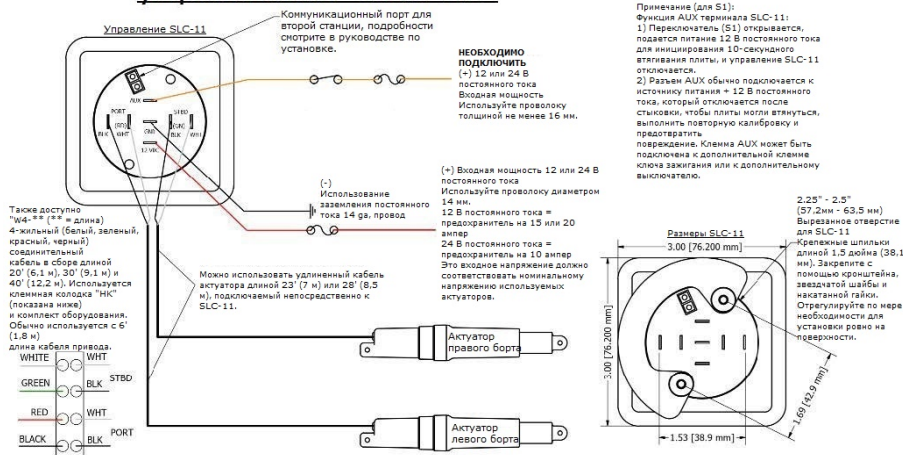

Рис. 5
2. Если для подключения панели к исполнительным механизмам используется кабель W4-**, проложите отрезанный конец кабеля от панели управления к клеммной колодке транца. Нажимной конец кабеля длиной 20 футов (6,1 м), 4-жильный, 14 AWG (2,08 мм кв.) подключается к панели управления (комплекты KA) или проложите более длинный кабель актуатора длиной 23 дюйма (7 м) непосредственно к панели управления (комплекты ХКА). Подсоедините кабель к панели управления, как показано на рис. 5.
3. Подключите плавкий источник питания 12 В постоянного тока или 24 В постоянного тока, как показано на рис. 5. Напряжение источника питания должно соответствовать напряжению актуатора. Клемма AUX на панели управления должна быть подключена к источнику питания +12 или 24 В постоянного тока, такому как ключ зажигания или выключатель вспомогательной панели. Когда ключевой переключатель выключен, плиты автоматически втягиваются.